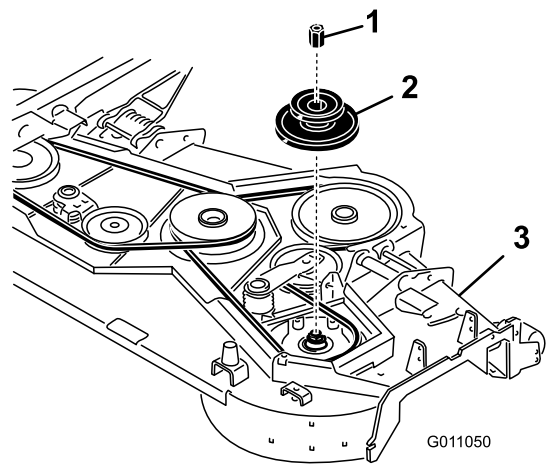

Figura 3
4. Coloque un bloque debajo del eje de cuchilla derecho, debajo de la carcasa de corte, antes de retirar la polea derecha de la carcasa de corte (Figura 3). Esto evita que los componentes del eje se separen al retirarse la tuerca de la polea.
5. Retire la tuerca existente de la polea y luego retire la polea (Figura 3). Guarde la polea y la tuerca para su uso posterior.
6. Instale la nueva polea doble en el eje y sujétela con la nueva tuerca de polea (Figura 3). Apriete la tuerca a 176-203 Nm (130-150 pies-libra).